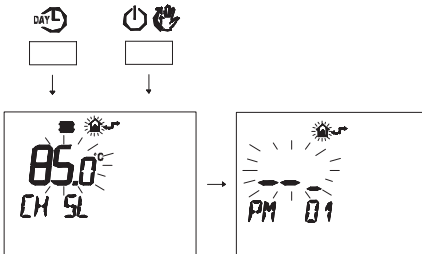

Figura 5.57
- Premere contemporaneamente i pulsanti  $\text{DAY-L}$  e  $\text{P}$  per entrare nella programmazione trasparente (Figura 5.57).